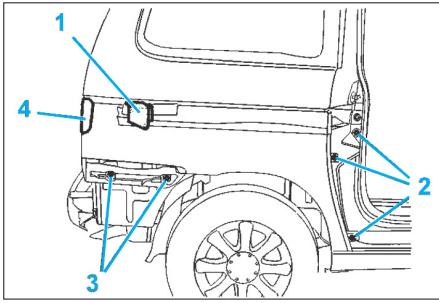

Fig. 45
- Protéger l'aile sous le guide arrière (1) de la porte.
- Déposer (Fig.45) :
- les 3 fixations (2),
- les fixations (3).